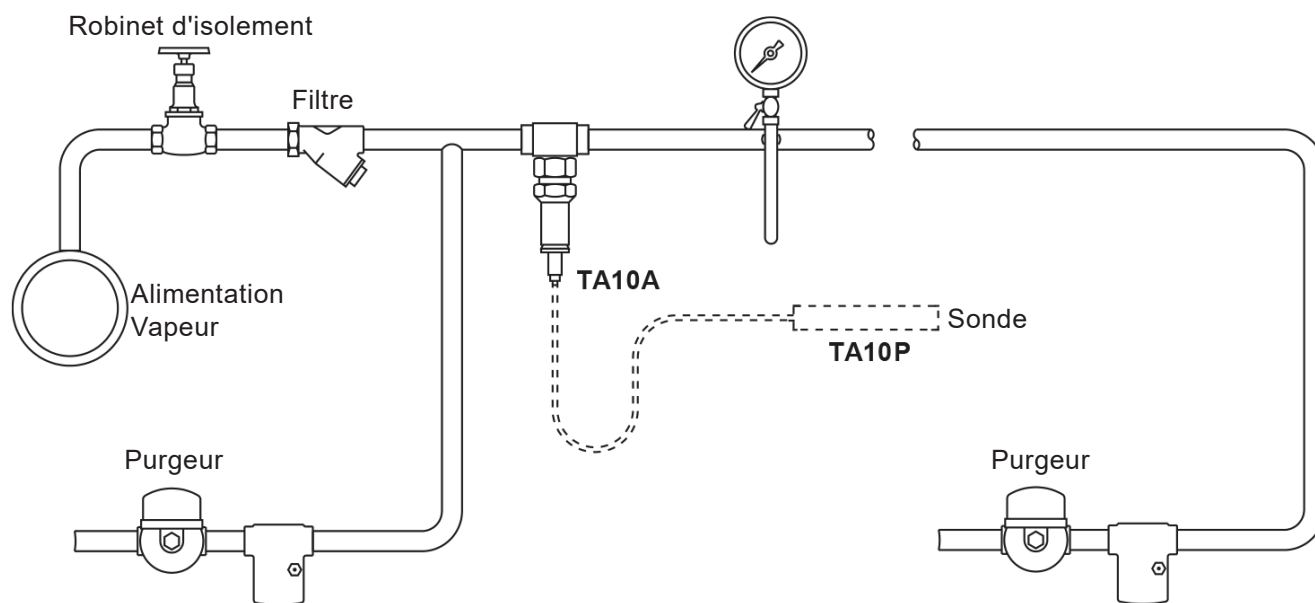

Fig. 2 Application type
- 3.1** S'assurer que toute la tuyauterie est propre avant d'installer le régulateur. Il est recommandé d'installer un filtre en amont du régulateur (voir Fig. 2).